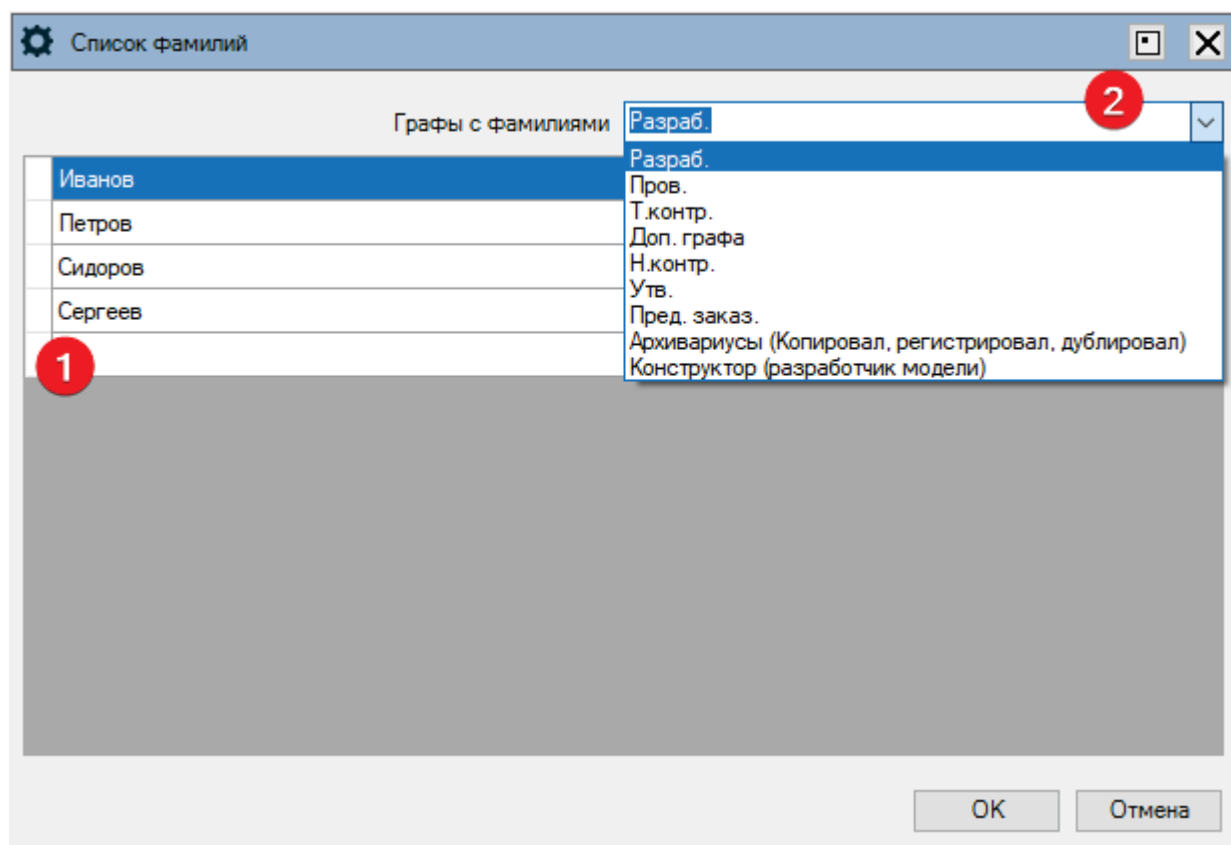

Рис. 76 – Диалоговое окно "Список фамилий" с настройками по умолчанию
- **Список фамилий** – несколько полей (рис. 76, п.1) для заполнения списка фамилий для графы штампа основной надписи, выбранной в выпадающем меню. Можно заполнить по своему усмотрению;
- **Графы с фамилиями** – выпадающее меню с перечнем граф штампа основной надписи (рис. 76, п.2). Значения не редактируются.